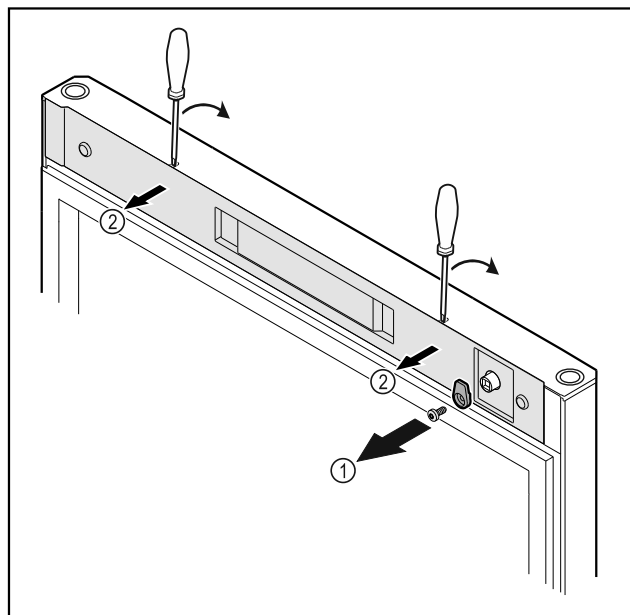

Fig. 16
- ▶ Открутите запорный крючок Fig. 16 (1).
- ▶ С помощью небольшой отвертки освободите крышку Fig. 16 (1) от фиксации и снимите ее.